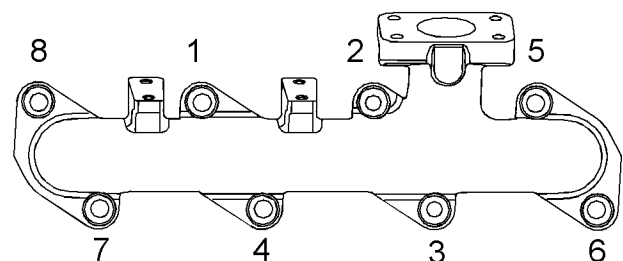

Abbildung 53
2. Das Anziehdrehmoment aller Schrauben (1) kontrollieren. Die Schrauben müssen in der in Abbildung 53 gezeigten Reihenfolge angezogen werden.